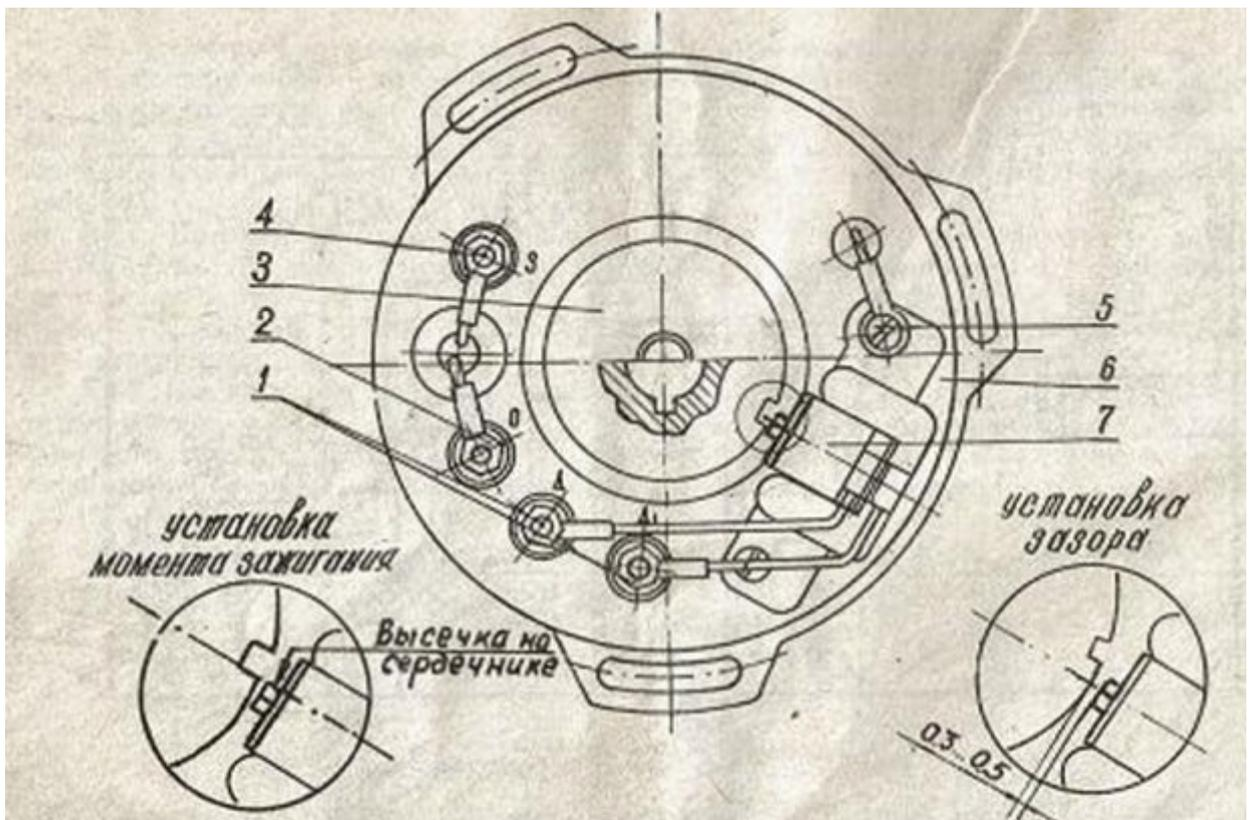

Рис. 17. Генератор 43.3701.
5.9.1. Источником электроэнергии является генератор переменного тока 43.3701 (рис. 17). Напряжение цепи освещения с полной нагрузкой — 12В при частоте вращения ротора 2000—6300 об/мин. Уход за генератором сводится к проверке клеммовых соединений и регулировке зазора между ротором и стержнем сердечника датчика.